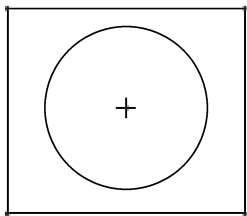

图 3-60 要变换的图元
(1) 在图形区选择要进行变换的图元,如图 3-60 所示,选中的图元以红色显示。